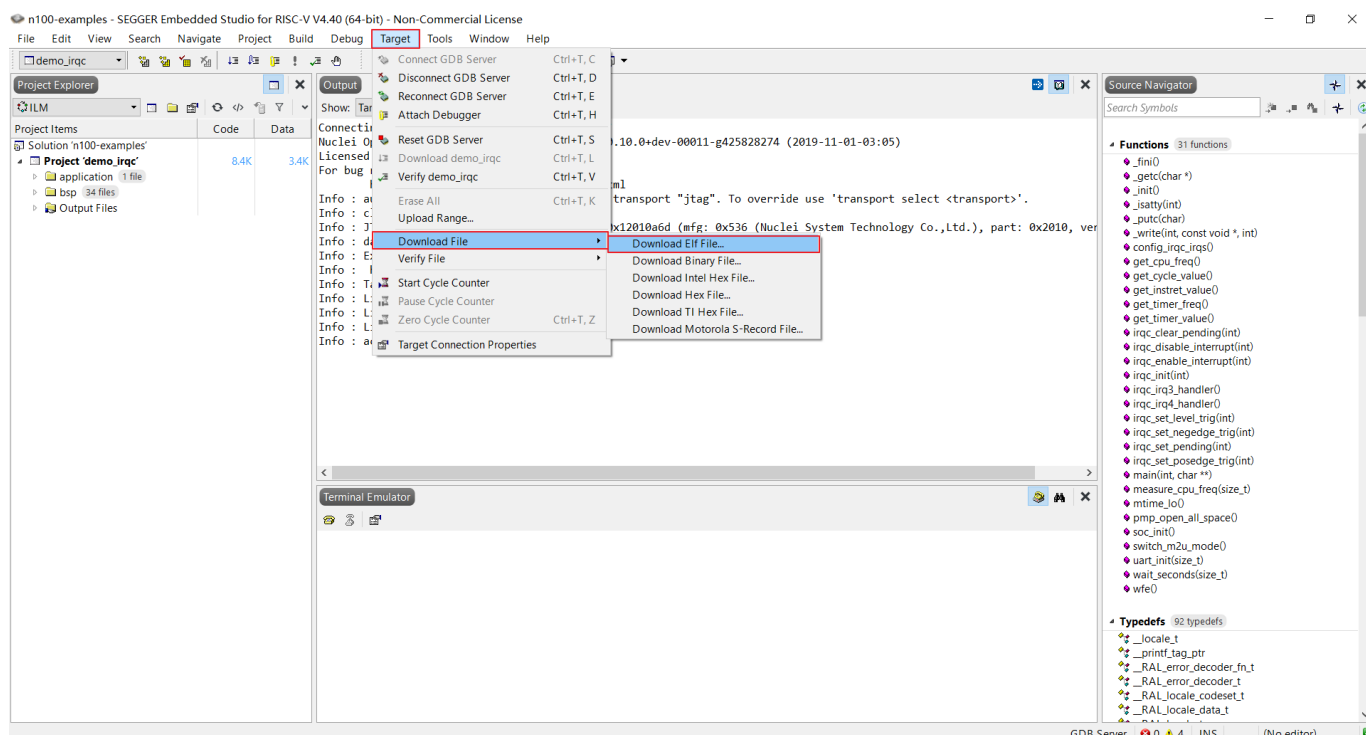

图 4-18 下载 elf 文件
- 然后选择 Target 项目下的 DownloadFile，选择 elf 文件，如图 4-18，找到编译生成的 elf 文件（默认在 Output 文件夹中），双击即可下载到 FPGA 评估板中。